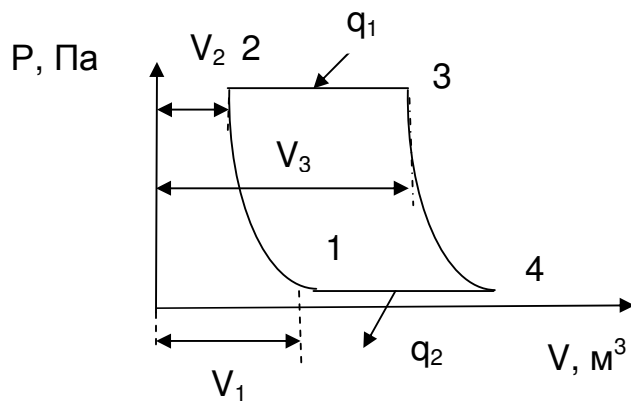

Рисунок 7 – PV-диаграмма цикла ГТУ с подводом теплоты при постоянном давлении
**Газотурбинные установки (ГТУ)** могут быть 2 видов: установки с подводом теплоты при постоянном давлении и установки с подводом теплоты при постоянном объеме. Цикл газотурбинной установки со сгоранием топлива **при  $P = \text{const}$**  (рис. 7) состоит из двух адиабат и двух изобар.